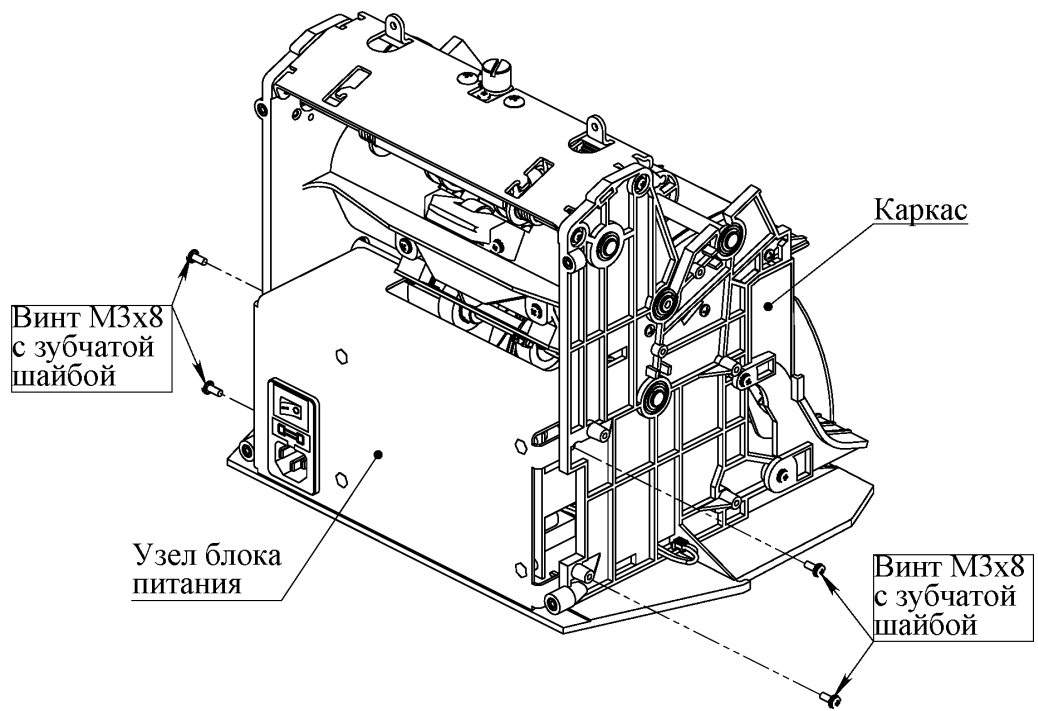

Рис. 21
8.5.1 Вывинтить 4 винта М3х8 с зубчатой шайбой N0017 крепления узла блока питания к каркасу (см. Рис. 21).